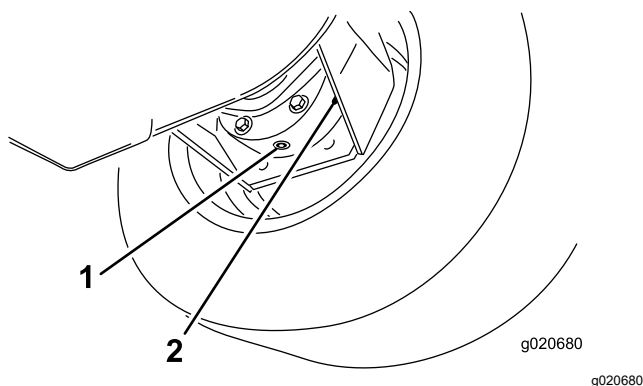

Figure 74
3. Placez un bac de vidange sous le carter de frein et enlevez le bouchon pour permettre à l'huile de s'écouler (Figure 74).